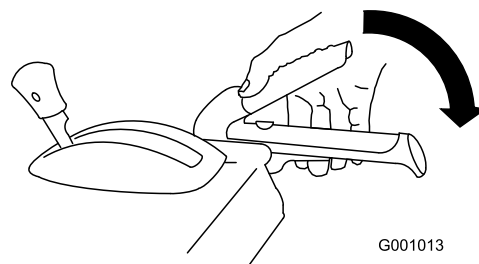

Figure 10
3. Pour engager le balai, serrez lentement le levier de commande du balai droit contre la poignée (Figure 10).